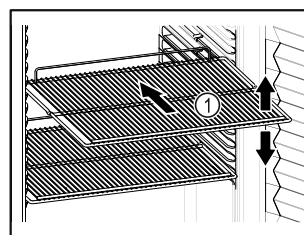

Fig. 20 Voorbeeld
- Indien de legroosters Fig. 20 (1) verplaatsbaar zijn, deze aan de hoogte aanpassen.